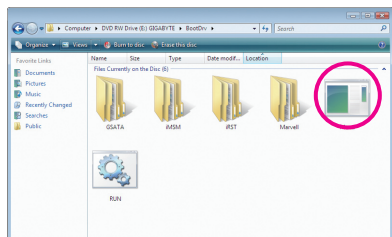
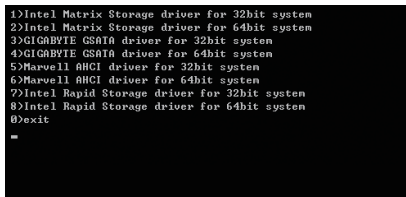

Figure 3
Figure 4
- 2: A partir de votre lecteur de disques optiques, double-cliquez sur le fichier **Menu.exe** dans le dossier **BootDrv** (Figure 3). Une fenêtre Commande d'invite similaire à celle dans Figure 4 apparaîtra.
- 3: Insérez la disquette vierge formatée. Sélectionnez le pilote du contrôleur en appuyant sur la lettre correspondante dans le menu et appuyez sur <Enter>. Par exemple, dans le menu de la Figure 4,
- Pour le Intel P55, sélectionnez **7) Intel Rapid Storage driver for 32bit system** (7) Pilote de stockage Intel Rapid pour système 32-bit) pour le système d'exploitation Windows 32-bit.
- Pour le Marvell 9128, sélectionnez **5) Marvell AHCI driver for 32bit system** (5) Pilote Marvell AHCI pour système 32-bit) pour le système d'exploitation Windows 32-bit.